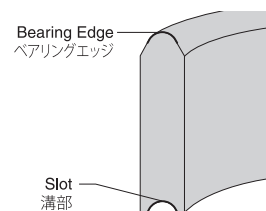

Fig.1 / 図1
- Choose one shell of your preference and place in on the Free-Floating Chassis with the Bearing Edge facing up. Please note each Shell features a top Bearing Edge side and a bottom Slot side. (Fig.1)
お好みのシェルをシャーシに置きます。シェルは片側にベアリングエッジ加工を、反対側に溝の加工が施されています (図 1)。必ずベアリングエッジ加工の面を上にしてください。